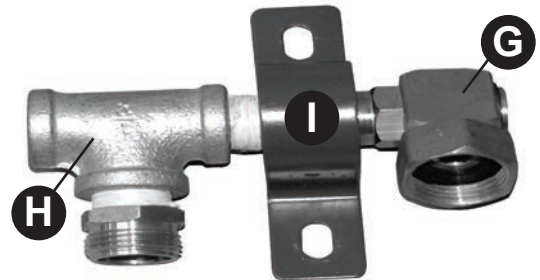

FIGURA 4
4. Ingrese el eslabon giratorio (G) por el cojinete (I) y atornille el final del este en la t galvanizada (H). Vea la **Figura 4**. Utilizando una llave inglesa, apriete el eslabon giratorio en la t galvanizada. Apretete firmemente pero no sobre apriete; apretar demasiado el eslabon giratorio podría causar goteo.